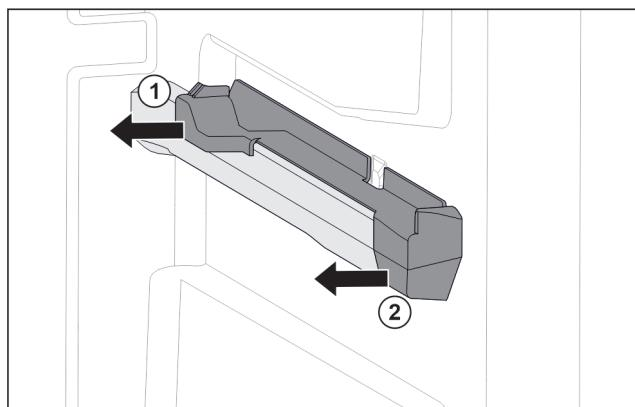

Fig. 73 Násuvný diel na pravom rebre nádoby
- Stiahnite násuvný diel vzadu do strany. Fig. 73 (1)
- Stiahnite násuvný diel vpredú do strany. Fig. 73 (2)